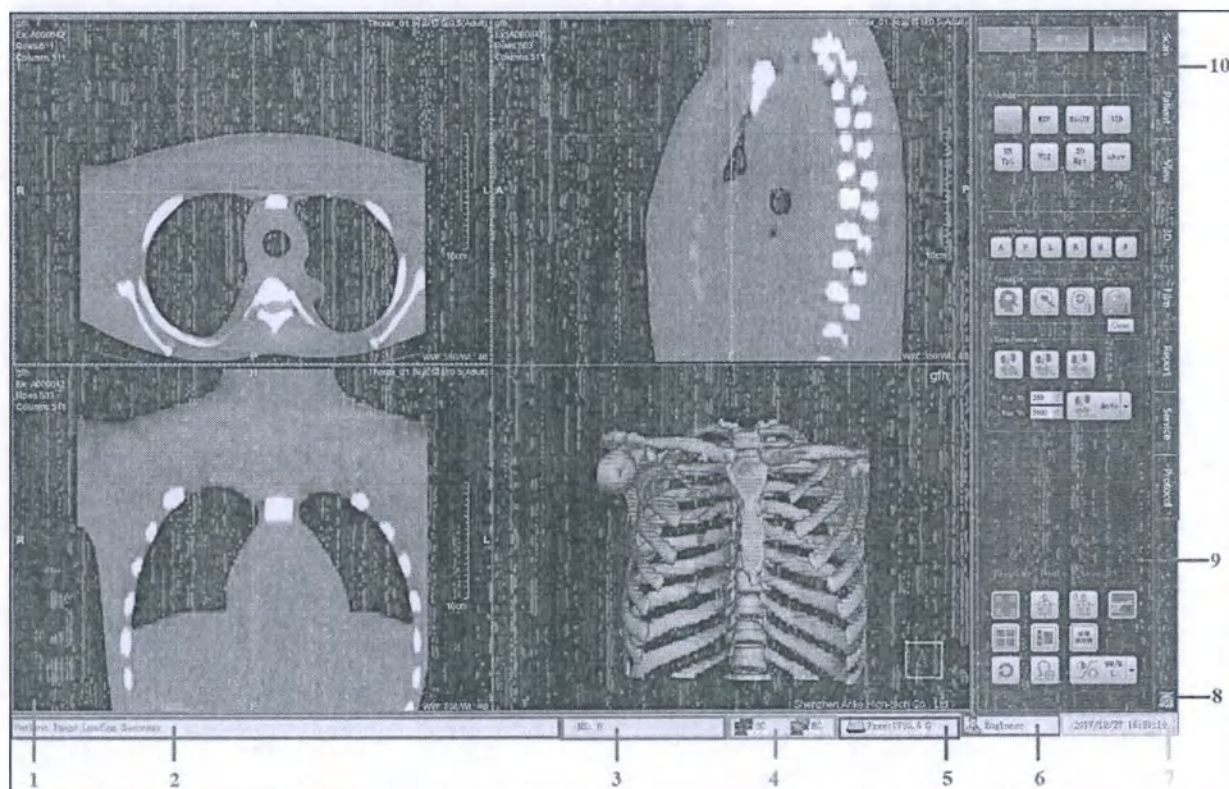
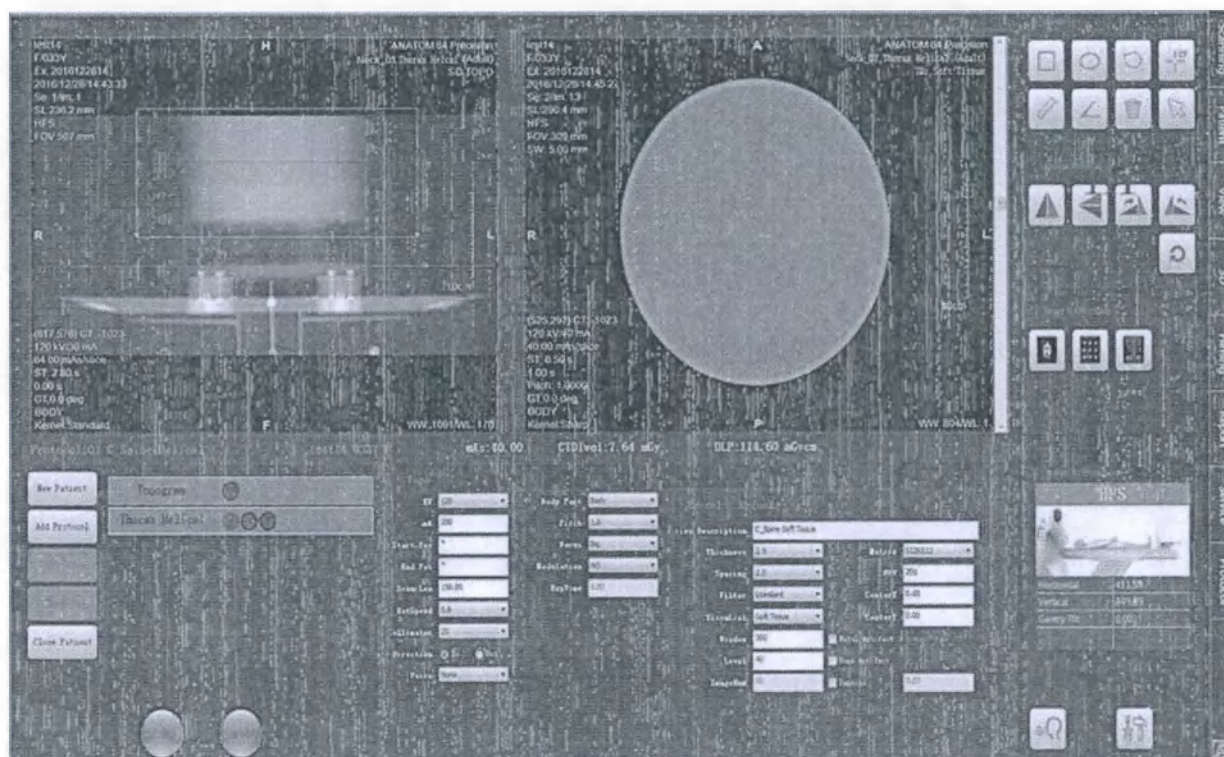

Рисунок 44 Окно программного обеспечения ANATOM ClearVIEW
Рисунок 45 Окно сканирования
1. Нажмите вкладку [Обслуживание] [Service] (см. рис. 44 – поле 10).
2. На окне [Обслуживание] нажмите кнопку  [Ежедневная калибровка] [Daily Calibration] (см. рис. 44).
Чтобы открыть окно сканирования (см. рис. 45), нажмите вкладку сканирование [Scan], расположенную в правом верхнем углу окна, появляющегося после загрузки (см. рис. 44)